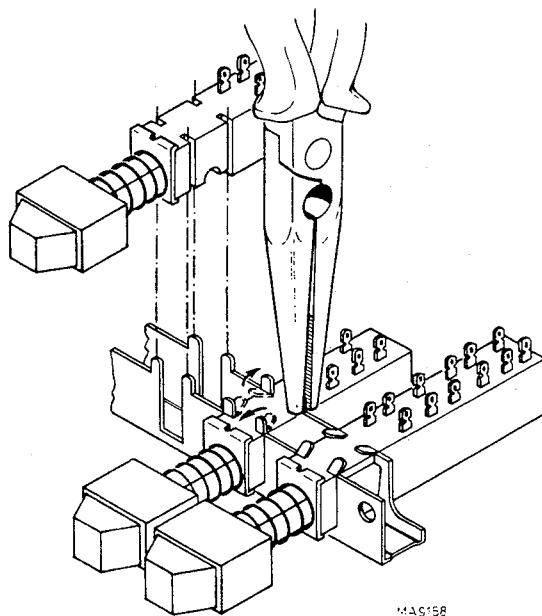

Fig. 2.11. Remplacement d'un commutateur bouton-poussoir.
- Redresser les 4 pattes de fixation du commutateur correspondant (voir Fig. 2.11.).